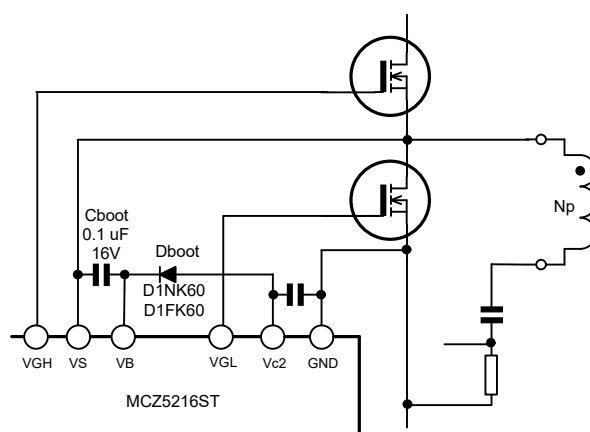

図 32. Boot Strap ハイサイド Vcc 生成回路
ハイサイド MOSFET 駆動用フローティング電源 (VB) は、図 32 に示すように Vc2 端子の 12.5V レギュレータ出力コンデンサを電圧源として高圧側へ向かうダイオード Dboot とフローティング平滑コンデンサ Cboot によるブートストラップ回路により生成されます。